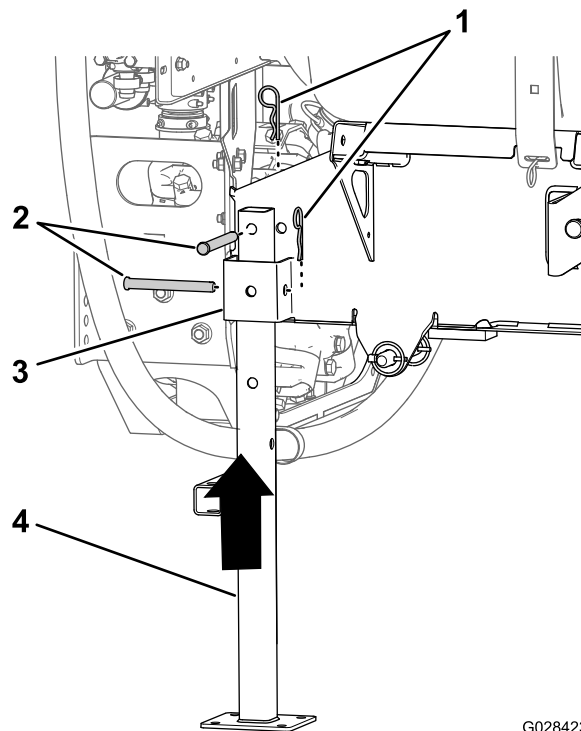

Figura 119
5. Allineate il cavalletto posteriore con la sede per il cavalletto posteriore (Figura 119).
6. Allineate il foro nella parte superiore del cavalletto con il foro sul telaio di supporto del serbatoio (Figura 119)
7. Fissate il cavalletto alla sede apposita e al telaio utilizzando 2 perni con testa ($\frac{1}{2}$ " x 4 $\frac{1}{2}$ ") e 2 coppiglie ($\frac{5}{32}$ x 2-5/8") come mostrato in Figura 119.